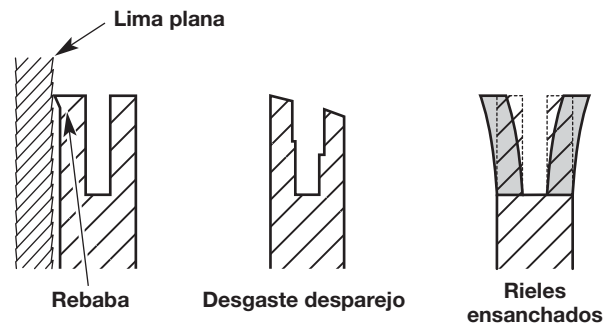

Fig. 38
3. Controle frecuentemente si hay daño en la barra de guía (Fig. 38). El biselado y desbarbado de los carriles de la barra de guía (los rebordes a ambos lados de la canaleta de la barra) es un proceso normal del desgaste de la barra. Estas fallas deben corregirse con una lima tan pronto ocurren (Fig. 38). Una barra de guía con las fallas siguientes debe ser reemplazada: